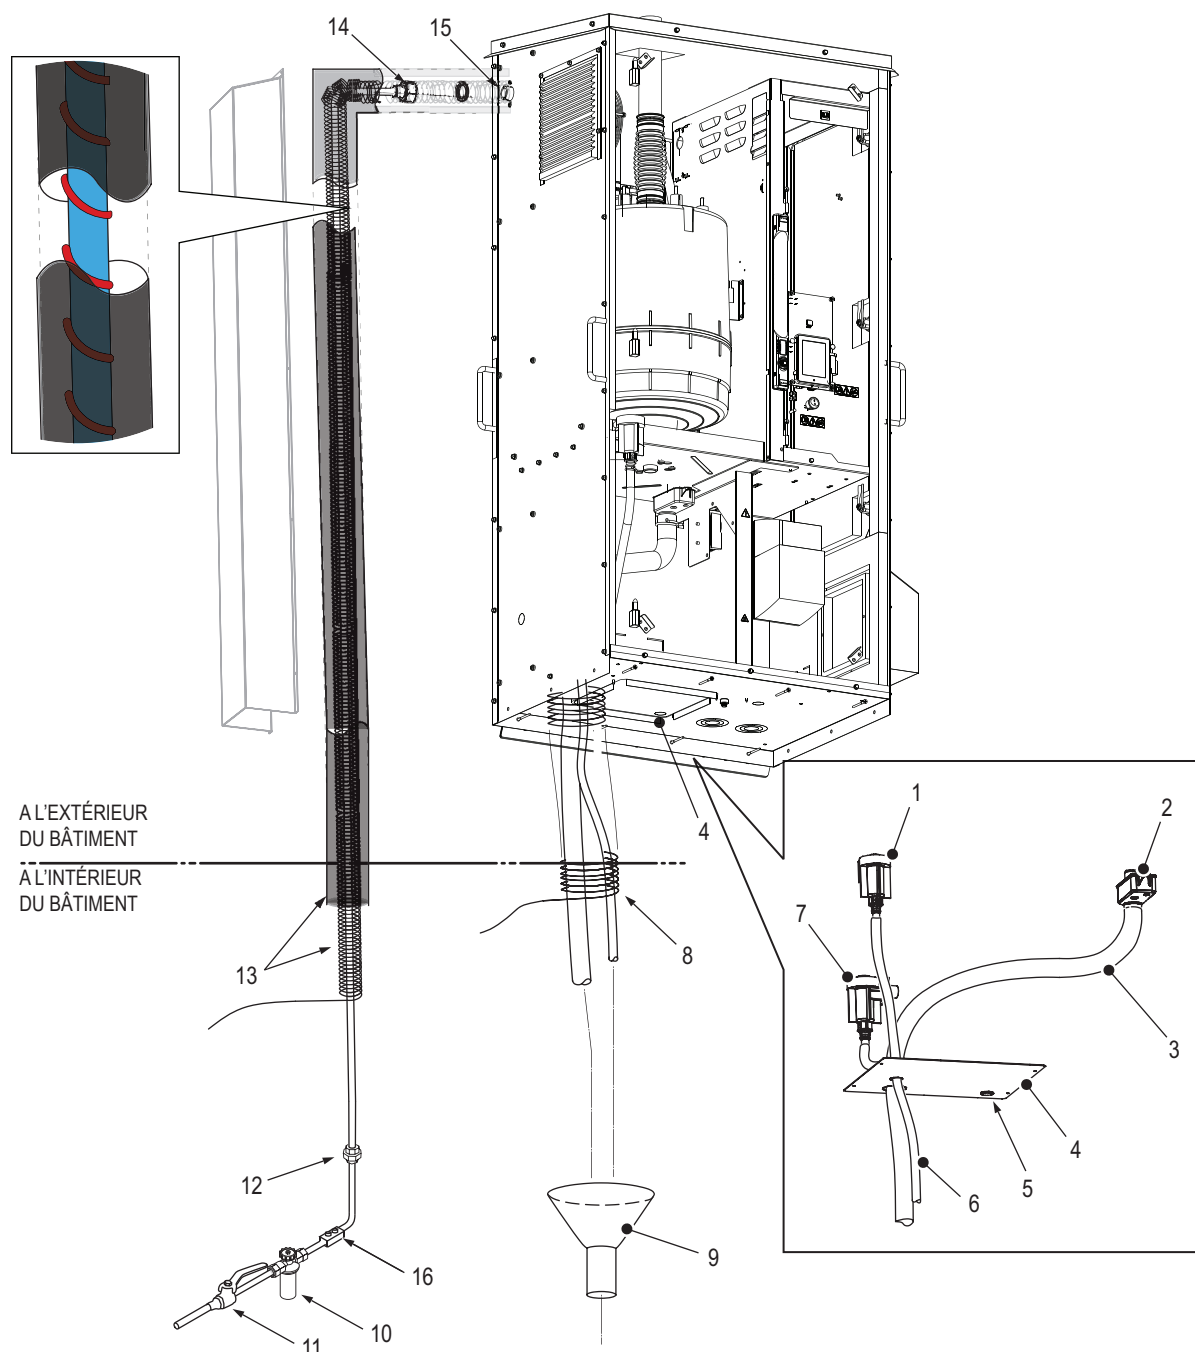

Fig. 14: Raccordements d'alimentation et d'évacuation d'eau (l'illustration montre un appareil moyen EL-OC)
Procédez comme sur l'image ci-dessous pour établir la connexion d'alimentation et d'évacuation d'eau. Voir Fig. 14.
- Connectez le tuyau d'évacuation (diamètre intérieur de 30 mm, inclus dans la livraison) au connecteur de vidange de l'humidificateur avec un collier de serrage et faites passer l'extrémité ouverte du tuyau d'évacuation à travers la grande découpe pré-laser dans la plaque de base et la guidez dans l'entonnoir de vidange (voir Fig. 14).
- Faites passer l'extrémité ouverte du tuyau d'évacuation (diamètre interne de 9,5 mm) connecté à la vanne mécanique antigel (1 ou 7) à travers la petite découpe pré-laser dans la plaque de base et la guidez dans l'entonnoir de vidange (voir Fig. 14).